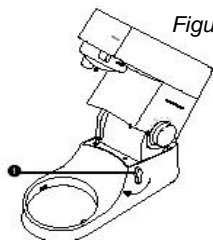

Figura 1
- 1) Gire la palanca de la cabeza a la derecha y el cabezal de la batidora (E) se levantará. Levante el cabezal de la batidora hasta que se encaje en su sitio. Ver Figura 1.